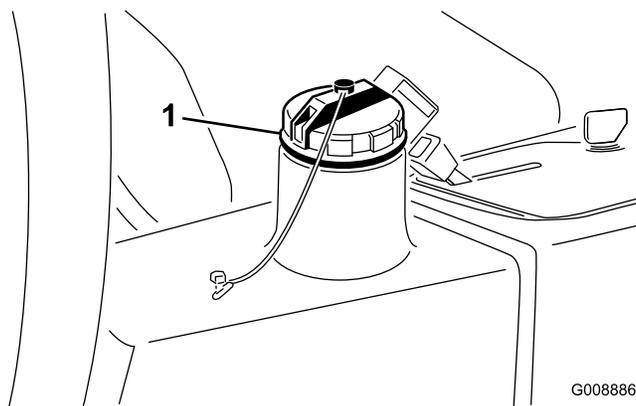

図 22
2. 油圧オイルタンクの注油口周辺をきれいに拭き、キャップ (図 22) を外す。キャップを外す。